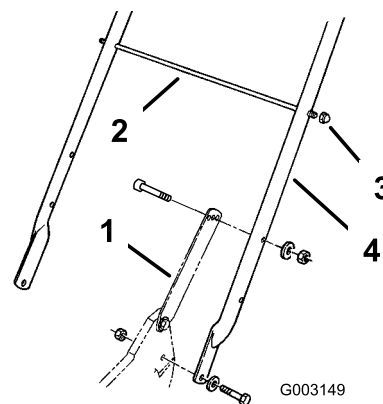

Figura 3
1. Montate la maniglia all'esterno della scocca del tosaerba (usate il foro inferiore) con 2 bulloni (5/16 x 1-1/4 pollici), rondelle e dadi di bloccaggio sottili (5/16 pollice) (Figura 3).
2. Fissate gli arresti della maniglia con 2 bulloni (5/16 x 1-1/2 pollici), rondelle e dadi di bloccaggio (5/16 pollice) (Figura 3).
ogni estremità con un dado di bloccaggio a calotta (Figura 3).